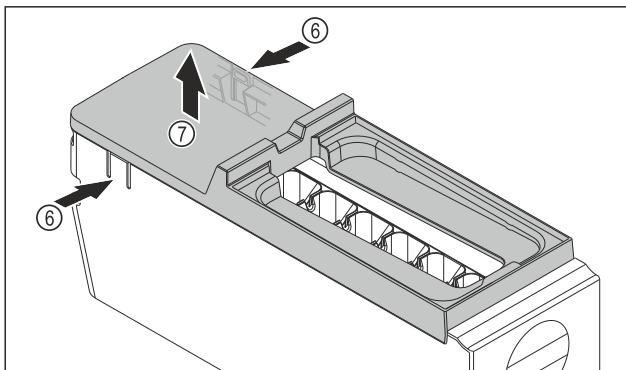

Fig. 146
- ▶ Vegye le az EasyTwist-Ice egység testének fedelét: Nyomja meg az egyik kezével a füleket Fig. 146 (6) az EasyTwist-Ice egység testének mindkét oldalán.
- ▶ Vegye ki a fedelet Fig. 146 (7) a másik kezével felfelé.